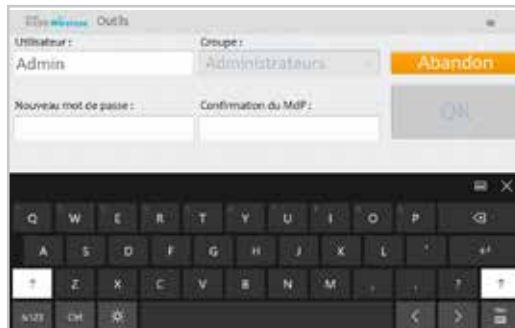

Figure 8-43 : Fenêtre Modifier le mot de passe de l'utilisateur
2. Appuyez sur Modif. MdP de l'utilisateur s'ouvre. Reportez-vous à la Figure 8-43.